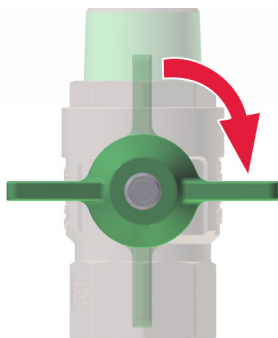

Abb. 24: Hauptabsperrentile schließen
1. ➤ Alle Hauptabsperrentile (Abb. 24) an der Frischwarmwasserstation schließen.